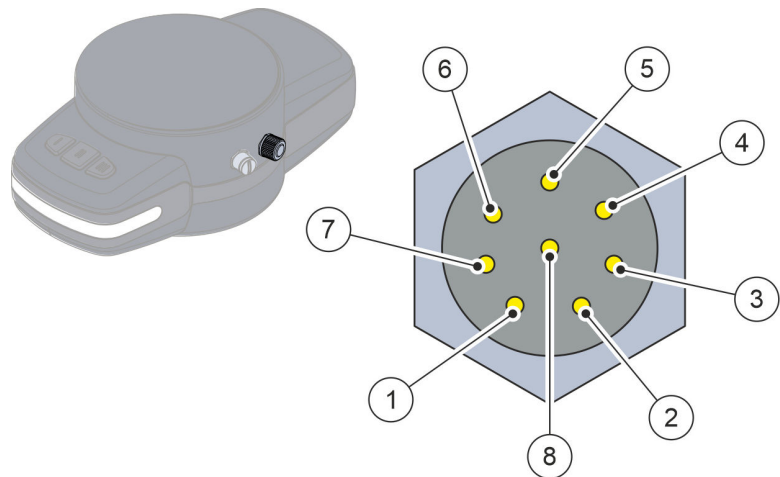

Abb. 14 Layout 8-Pin-Schnittstelle
Für Werkzeuge, bei deren Verwendung zusätzliche elektrische Signale verarbeitet werden müssen, steht eine externe 8-Pin-Schnittstelle mit einer Pin-Zuordnung gemäß Abb. 14 zur Verfügung.
Die Schnittstelle ermöglicht eine Ansteuerung des Werkzeugs über digitale sowie analoge Schnittstellen. Die 8-polige Buchse stellt eine Versorgung über 24 V Abb. 14/⑤ zur Verfügung. Die Funktionen der einzelnen Pins und die Ausgänge können in der Benutzeroberfläche konfiguriert werden.